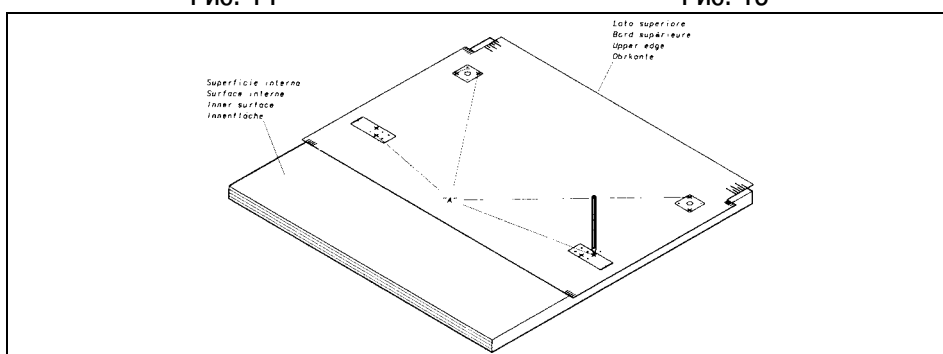

Рис. 16
Определите необходимую Вам высоту передней панели (min 115 мм, max 145 мм). Приложите шаблон к верхнему краю внутренней поверхности двери мебели. Выставьте шаблон так, чтобы к краю двери мебели он прилегал разметкой, соответствующей определенной Вами высотой передней панели. Убедитесь, что шаблон горизонтально выровнен, сверяясь по меткам на нижней части шаблона. Отметьте положения четырех отверстий **A** карандашом. Просверлите в двери мебели четыре отверстия диаметром 2 мм и глубиной 12 мм (Рис. 16). Если дверца сделана не из цельного дерева, необходимо сверлить через прокладку.
- Прикрепите верхние пластиковые и нижние металлические накладки винтами-саморезами к двери мебели так, чтобы они совпадали с сопрягаемыми отверстиями на дверце машины (Рис. 16).